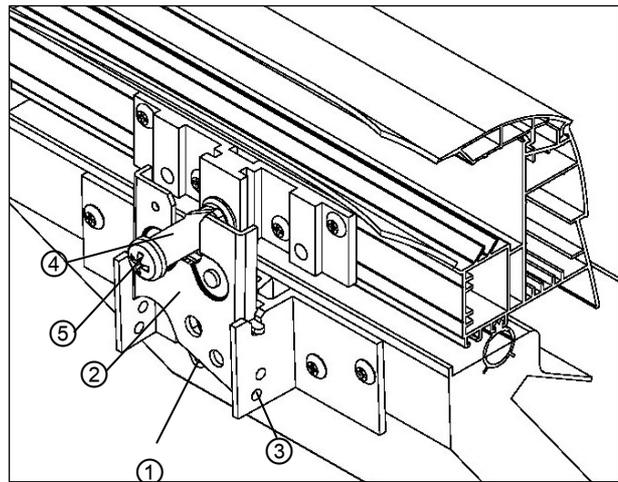

Bild 1
1. Hebel ① nach links drücken und das Fallenschloss ② entriegeln (*Bild 1*).
2. Befestigungsschraube ③ lösen, und Fallenschloss ② herausnehmen (*Bild 1*).
3. Verriegelungsbolzen und Distanzbuchse ④ durch Lösen der Kreuzschlitzschraube M8 ⑤ entfernen (*Bild 1*).